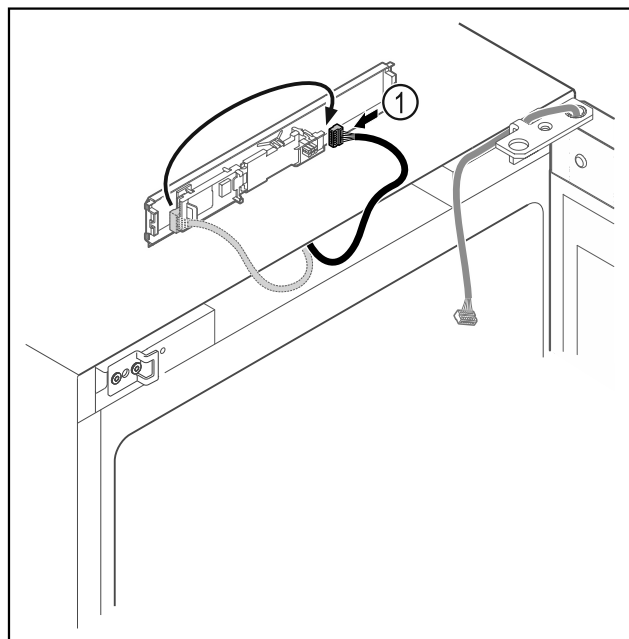

Fig. 9
- Scambiare la posizione del connettore Fig. 9 (1) sulla scheda.